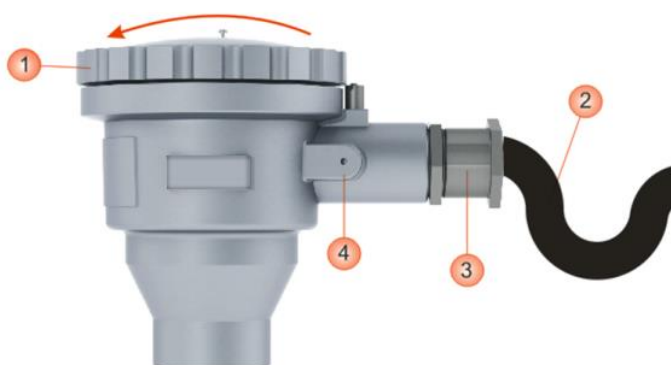

Рисунок 2.4 – Общие правила выполнения электрических подключений
2.4.1 Общие правила Выполнение электрических подключений производится в следующей последовательности (см. **рисунок 2.4** и **таблицу 2.5**):
- Снять крышку (1) реле потока;
- Продеть кабель (2) через кабельный ввод (3);
- Подключить заземляющий проводник к клемме заземления (4);